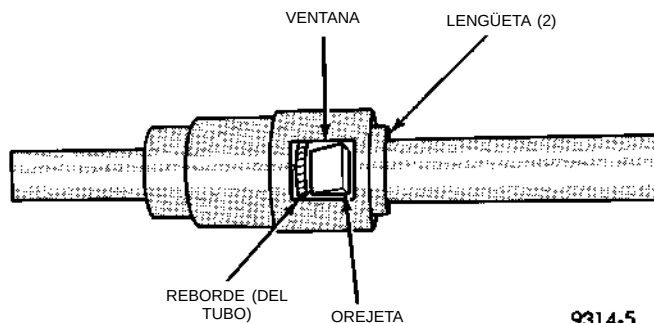

Fig. 14 Conexión de tubo de combustible/racor de conexión rápida de plástico
- (1) Utilice un paño sin pelusas y limpie el racor del conducto de combustible y el retén.
- (2) Antes de conectar el racor al conducto de combustible, aplique una capa de aceite de motor limpio de peso 30.
- (3) Empuje el racor de conexión rápida sobre el conducto de combustible hasta que el **retén quede emplazado y se escuche un chasquido**.
- (4) El racor de conexión rápida de plástico posee unas ventanas a los lados de la envoltura. Cuando el racor se encuentre completamente conectado al tubo de combustible en esas ventanas, se verán las orejetas de fijación y el reborde del conducto de combustible. En caso de que no estén a la vista, significa que el retén no se ha instalado correctamente (Fig. 14). **No se fíe del chasquido producido por la pieza como confirmación de que la conexión es segura.**